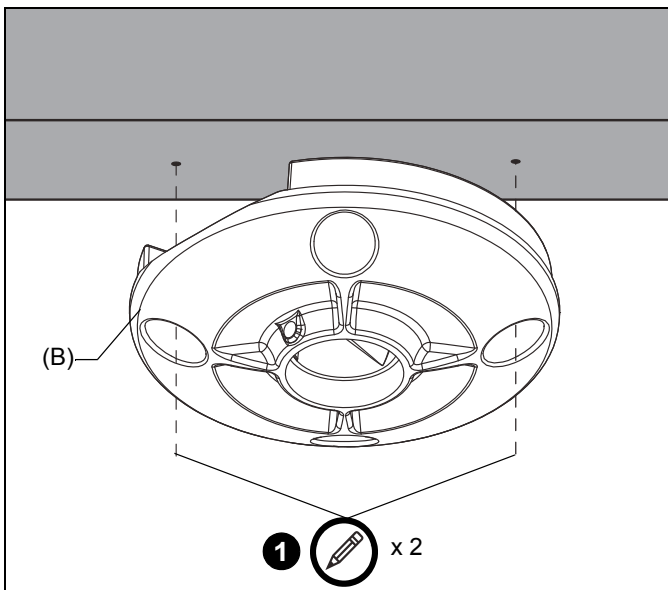

Figure 1
1. En utilisant la plaque de plafond (B) comme gabarit, marquez les emplacements des deux trous de guidage. (Voir Figure 1). Vérifiez que:
- les trous OPPOSÉS sont utilisés dans la plaque (B), et